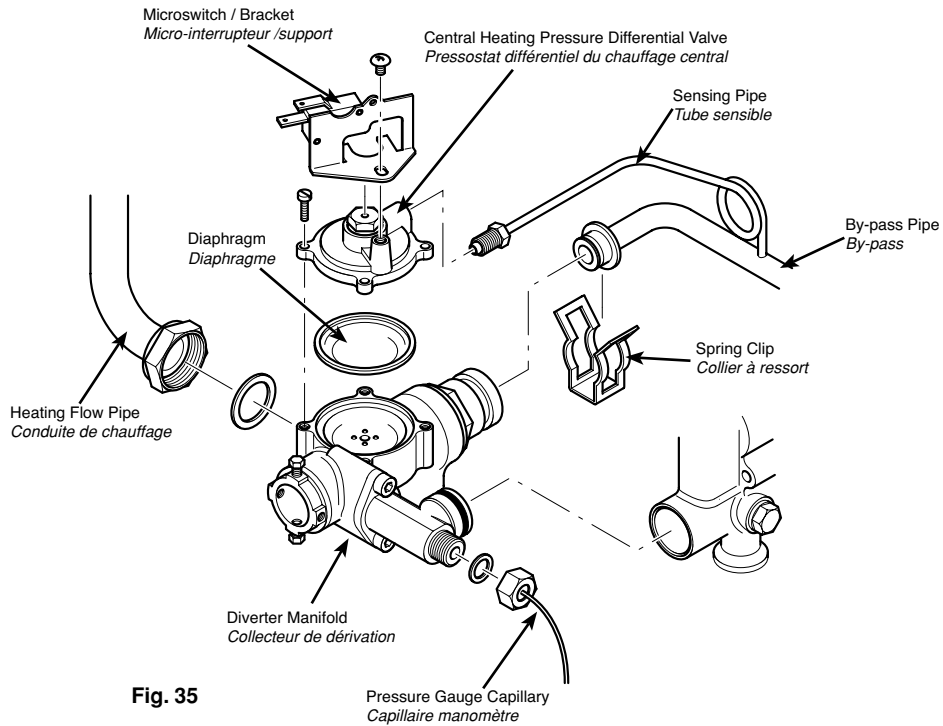

Fig. 35
8.10 Pressure Differential Valve (Fig. 35)
8.10 Pressostat différentiel (Fig.35)